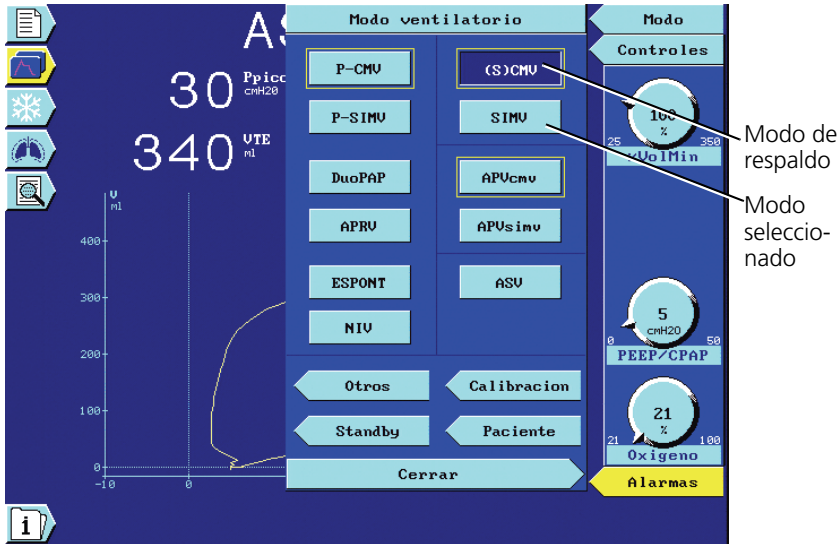

Figura 4-1. Ventana Modo ventilatorio
1. Abra la ventana **Modo ventilatorio** (Figura 4-1).
2. Abra la ventana **Modo ventilatorio** (Figura 4-1).